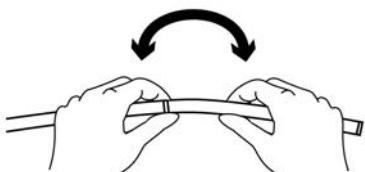

図2
- 6.受動湾曲部の両端を把持し、軽く曲げ、受動湾曲部が滑らかに曲がることを確認すること（図2参照）。